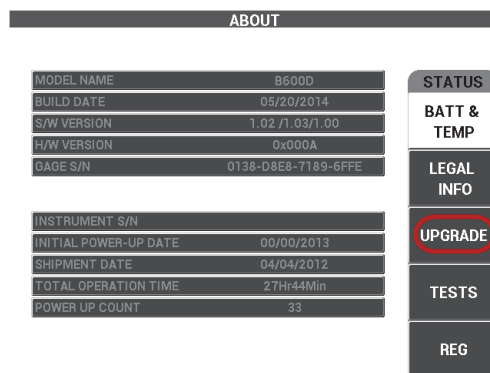

Figure 7-4 Menu UPGRADE
3. Appuyez sur la touche C pour sélectionner le menu UPGRADE (Mise à niveau) [voir la Figure 7-4 à la page 192).